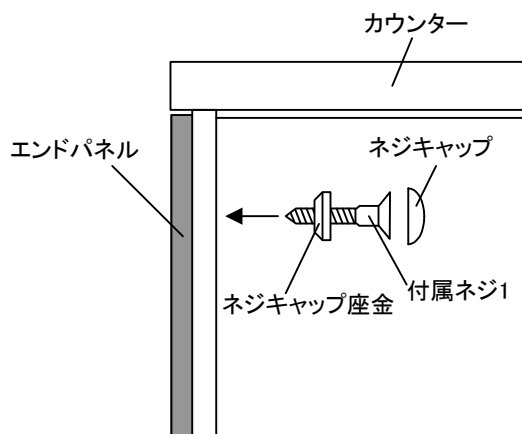

図8
- (3)エンドパネルを後壁に押し当て、側板の6ヶ所よりネジキャップ座金を介して付属ネジ1で固定してください。(図8参照)
- (4)固定したネジ頭にネジキャップを装着してください。(図8参照)